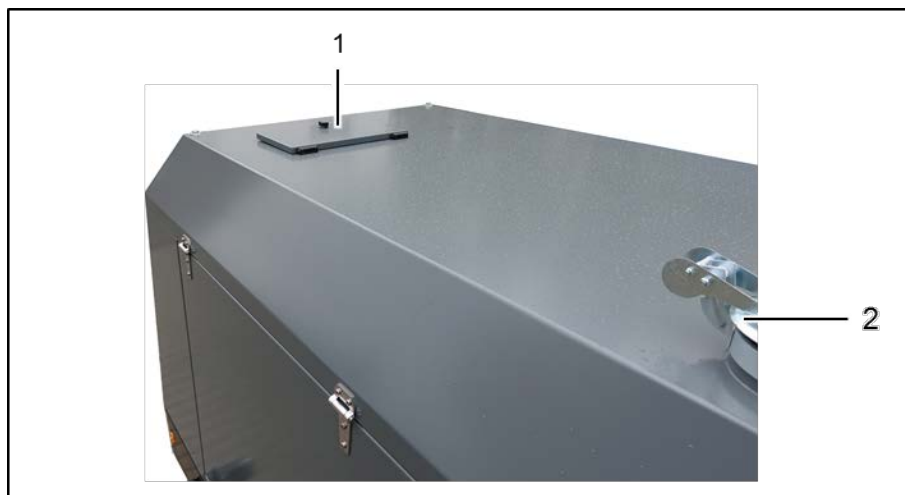

Рис. 20: верхняя сторона установки
2. Откройте сервисную крышку 2 (Рис. 20: поз. 1).